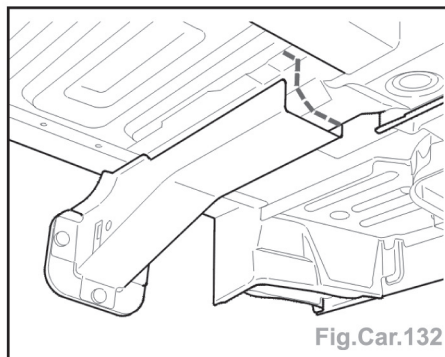

Fig.Car.132
- Souder par cordons successifs au MIG et meuler les cordons (Fig.Car.132).